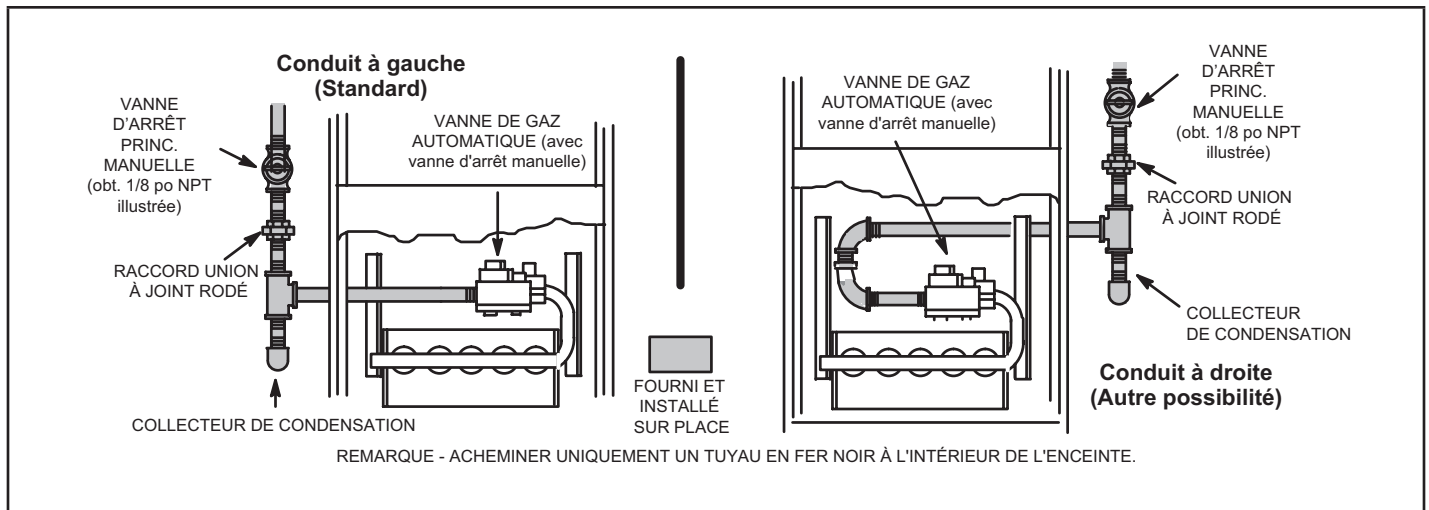

Figure 51
- 1 - La canalisation de gaz peut pénétrer dans l'appareil par le côté droit ou le côté gauche. La canalisation d'alimentation entre dans la vanne de gaz par le côté de la vanne, comme illustré à la Figure 51. Connecté la canalisation de gaz sur la vanne. La canalisation de gaz doit être serrée à un couple minimum de 350 livres et un maximum de 800 livres sur la vanne de gaz.
- 3 - La canalisation de gaz ne doit pas traverser les conduits d'air, les chutes à linge sale, les cheminées ou conduits d'évacuation des gaz, les monte-plats ou les cages d'ascenseur. Centrer la canalisation de gaz dans l'ouverture. La canalisation de gaz ne doit pas toucher le côté de l'unité. Voir la Figure 51.